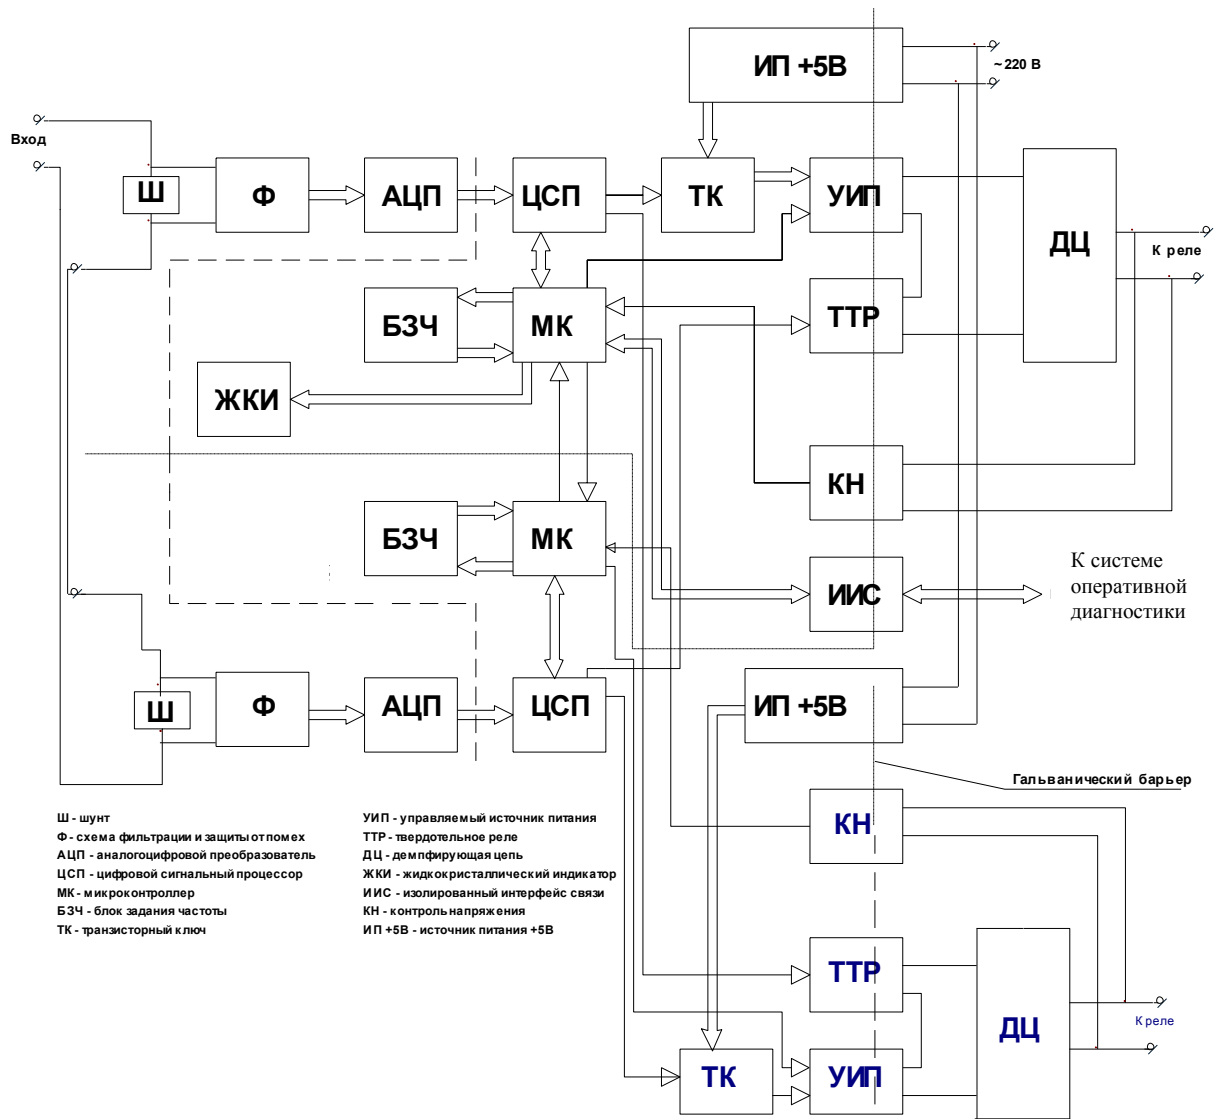

Рис.2
1.2.1.1. Структурная схема УПП-2 представлена на рис.2 и содержит два идентичных блока обработки, состоящих из шунта Ш, фильтра Ф, АЦП, сигнального процессора ЦСП, микроконтроллера МК, блока задания рабочей частоты БЗЧ.